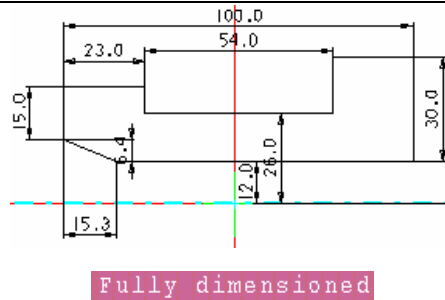

Рисунок 11 – Полностью образмеренный эскиз детали
- 1.4.10.3. После этого попадаем в среду эскизника, где начинаем проставлять размеры, указывая нужные компоненты (точки, окружность, расположение линии выноски). Можно изменить значение размера в процессе простановки размера. Для этого наводим курсор на значение размера, нажимаем кнопку **<ПИСК>**. Вводим значение размера с клавиатуры, нажимаем кнопку **Enter**, а затем кнопку **F5** и продолжаем проставлять размеры до тех пор, пока не появится сообщение **Fully dimensioned** (рисунок 11).